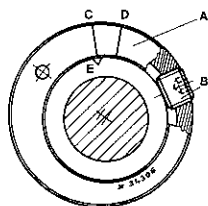
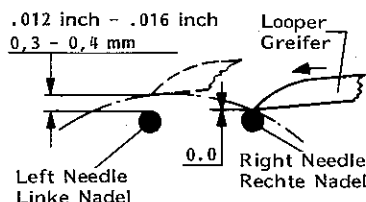

Fig.71
Fig.72
After loosening the eccentric set screw (B, Fig.71) the eccentric (A) can be turned within the area of C and D to obtain a distance of 0,3 - 0,4 mm (.012 - .016 in.) (Fig.72) between the left needle and looper point, when the looper moves from right to left. This adjustment is made at the factory.
Nach Lösen der Schraube (B, Fig.71) wird der Exzenter (A, Fig.71) im Bereich zwischen C und D so eingestellt, daß der Abstand zwischen der linken Nadel und der Greiferspitze 0,3 - 0,4 mm beträgt (Fig.72), wenn der Greifer sich von rechts nach links bewegt. Diese Einstellung erfolgt im Werk.